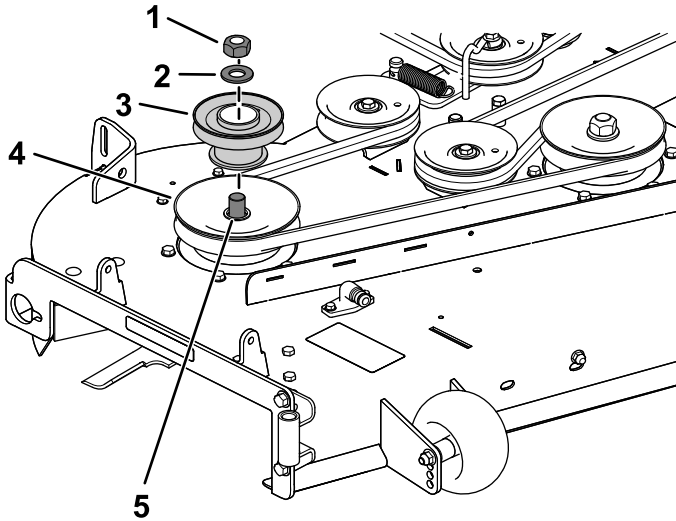

Figura 11
2. Montați ansamblul fuliei din dreapta punii mainii de tuns iarba cu piulia și aiba îndepărtate anterior (Figura 11).